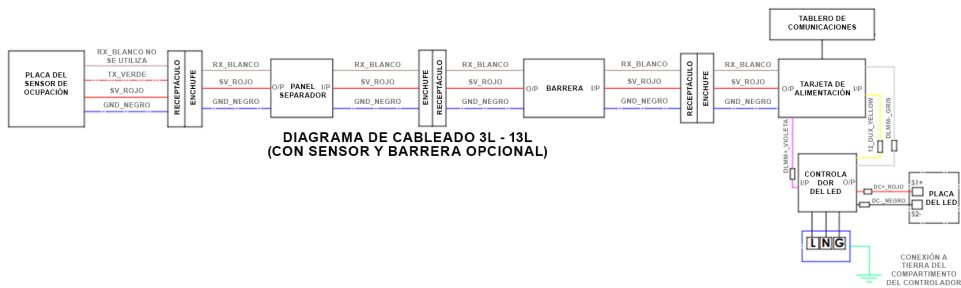

FIGURA 7A
4. Conecte los cables de suministro a los cables conductores o bloques terminales de la luminaria según los diagramas de cableado (consulte la Figura 7a y 7b) mediante los métodos que cumplen con todos los códigos aplicables. Apriete todas las conexiones eléctricas.
6. Cierre la carcasa del controlador en el módulo de la cubierta y asegúrese de que todos los cables se encuentran firmes dentro de la carcasa del controlador. Apriete el tornillo cautivo de cierre a 30 in-lb. (3,4 N m). Asegúrese de que los dos (2) pernos que se encuentran en la carcasa del controlador estén en contacto con el módulo de la cubierta.
- Verifique que los cables de alimentación estén conectados con los cables de la luminaria según los diagramas de cableado. Todos los componentes de la luminaria están precableados de modo que solo los cables de línea, de neutro y a tierra se deban conectar en la luminaria a los cables conductores de acuerdo con los diagramas de cableado. Conecte primero el conector a tierra del equipo, después el neutro y, finalmente, el voltaje de línea. Para el diagrama de cableado, consulte la Figura 7a/7b. Verifique que todos los cables se encuentran de manera segura y ordenada dentro de la carcasa del controlador y no en la parte superior de la terminal del cable. Cierre la carcasa del controlador en el módulo de la cubierta.